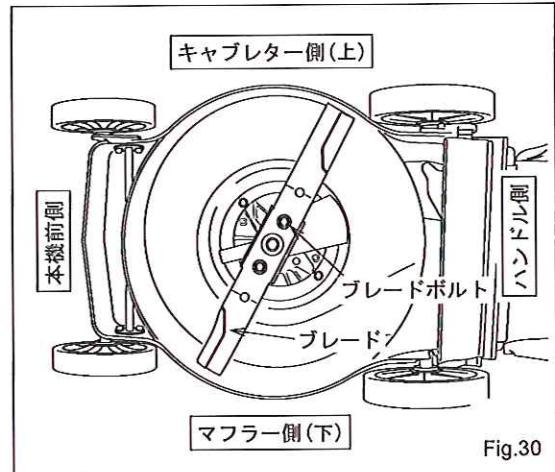

Fig.30
(2) 本機を横転させる場合には、キャブレター側を上に、マフラー側を下にして傾斜させて下さい。(Fig.30)